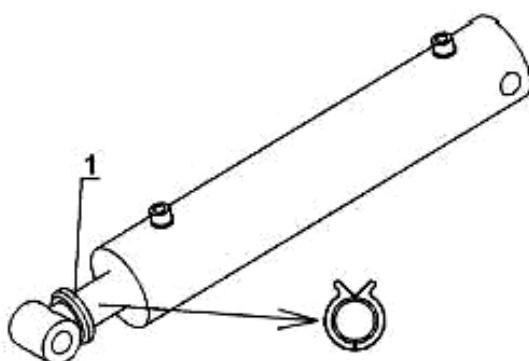

Рисунок 15.
Регулировка глубины обработки осуществляется путем установки клипс различной толщины на шток гидроцилиндра (1) опорных колес (рис. 15) и углом атаки дисковых батарей (чем больше угол атаки – тем большая глубина обработки).